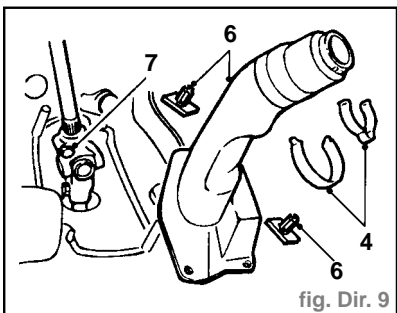
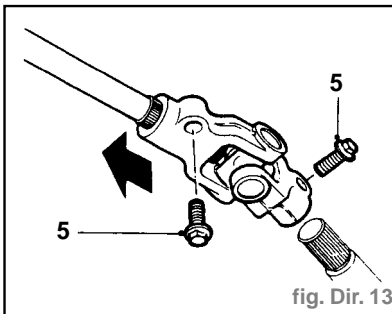

fig. Dir. 9
fig. Dir. 13
- Enlever les 2 attaches (4) maintenant le soufflet du joint de cardan de colonne (Fig. Dir. 9).
- Enlever les 2 colliers (4) maintenant le soufflet du joint de cardan de colonne (Fig. Dir. 9).
- Reculer la moquette de la cave du conducteur et enlever les 2 goujons (6) maintenant le recouvrement sur le plancher.
- Enlever les 2 boulons (5) maintenant le joint de cardan vers le haut de la colonne et le débrancher de l'arbre du pignon de crémaillère (Fig. Dir.13).